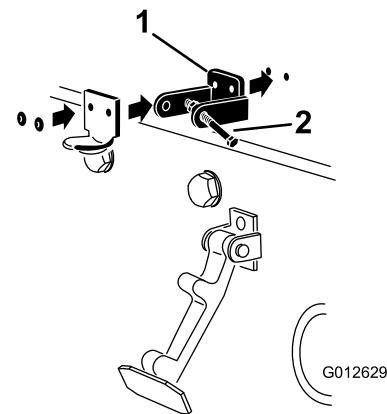

Figura 16
Nota: La staffa di bloccaggio deve essere contro il cofano (Figura 16). Non togliete il bullone e il dado dal braccio della staffa di bloccaggio.
5. Rivettate le staffe e le rondelle al cofano (Figura 16).